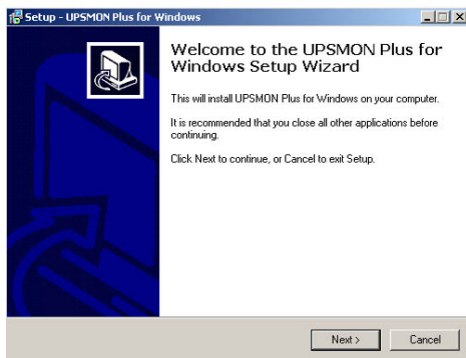

Рис. 5.3
2. Появляется окно с «**Welcome**» в начале первой строки; пожалуйста, ознакомьтесь с инструкциями, а затем кликните курсором мышки команду «**Next**» (**Дальше**) (см. рис. 5.3)